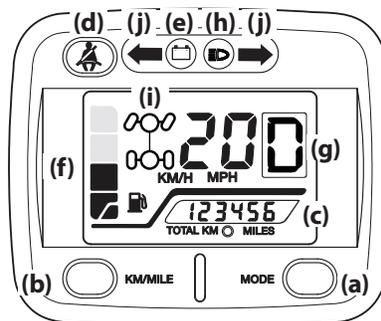
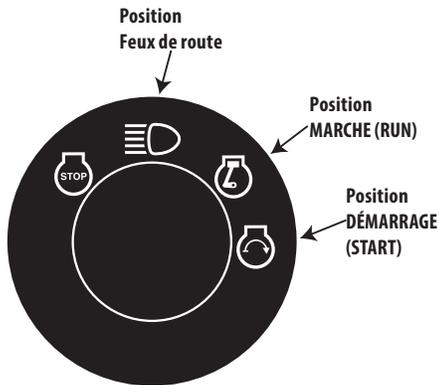

Figure 3-2
Figure 3-3
Le bouton « KM/MILE » (b) sert à changer l'affichage en km/h ou en mi/h. Voir Figure 3-2.
Ce compteur se trouve sur l'écran d'affichage. Pour l'afficher, pressez le bouton « MODE » pour changer l'affichage de la vitesse de déplacement au nombre d'heures d'utilisation. Le compteur d'heures enregistre les heures d'utilisation du véhicule dès que la clé de contact est placée à la position MARCHE (RUN). Voir Figure 3-2.
Le témoin de ceinture de sécurité clignote sur l'écran d'affichage pendant 8 secondes dès que la clé de contact est placée à la position MARCHE (ON) pour rappeler au conducteur et au passager d'attacher leur ceinture de sécurité. Voir Figure 3-2.
Le niveau de carburant est représenté par 5 barres. Le témoin de niveau bas de carburant clignote lorsqu'il reste une seule barre. Voir Figure 3-2.
Le commutateur d'allumage est situé à droite du volant de direction. Pour démarrer le moteur, insérez la clé dans le commutateur d'allumage et tournez-la dans le sens horaire à la position de démarrage (START). Relâchez la clé à la position MARCHE (RUN) lorsque le moteur a démarré. Pour allumer les feux de route, tournez la clé à la position de feux de route. Le témoin des feux de route s'allume sur l'écran d'affichage. Voir Figure 3-2 et Figure 3-3.
Le levier de verrouillage du différentiel est placé sur la console centrale, entre les deux sièges. Lorsque le levier est engagé, il verrouille le différentiel arrière pour que la traction des roues arrière soit égale. De plus, lorsque le levier de verrouillage du différentiel est engagé, le témoin de verrouillage du différentiel s'allume sur l'écran d'affichage. Voir Figure 3-2.
P Le levier de vitesse est situé sur la console centrale, entre les deux sièges, et présente quatre positions (stationnement, marche arrière, neutre et marche avant). Vous devez appuyer la pédale de frein à fond avant de déplacer le levier de vitesse. La position choisie sera affichée sur l'écran. Voir Figure 3-2.